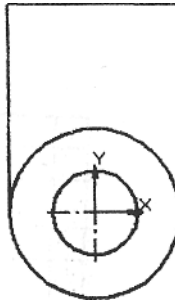

Рисунок 3
2. Затем с использованием кнопки **Непрерывный ввод объекта**  получите следующее изображение (см. рисунок 3).